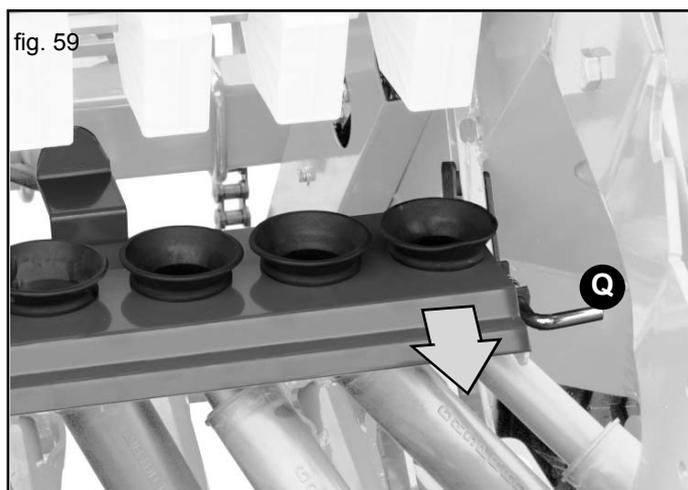

fig. 59
- Den Riegel (B, Abb.59) herausziehen und die Büchsenhalterung über die beiden Griffe in Pfeilrichtung verschieben.